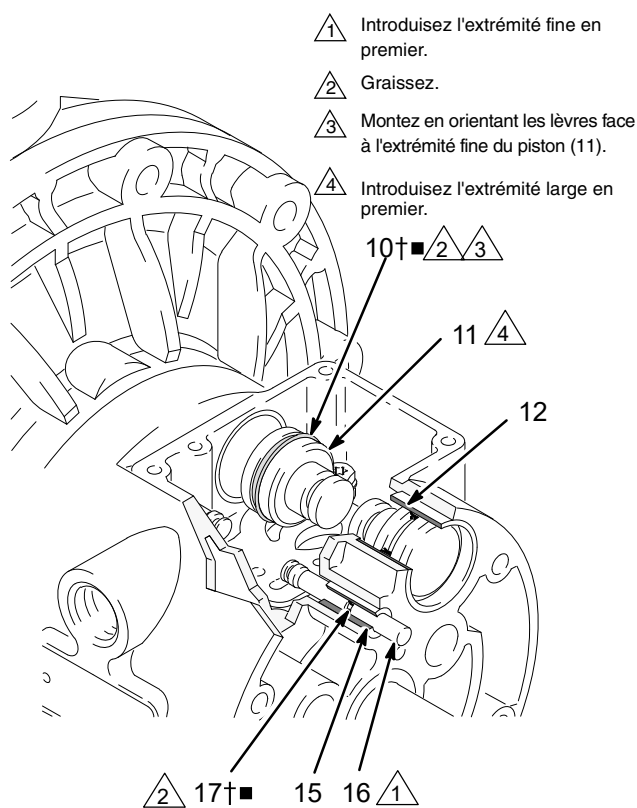

FIG. 8
4. Sortez les deux pistons d'actionnement (11) des coussinets (12). Retirez les joints en coupelle (10) des pistons. Sortez les axes de commande (16) des coussinets (15). Retirez les joints toriques (17) des axes de commande. Consultez FIG. 8.
6. Examinez les coussinets (12, 15) en place. Consultez FIG. 8. Les coussinets sont cintrés et, s'ils sont endommagés, doivent être retirés par l'extérieur. Pour cela, il est nécessaire de démonter la partie fluide. Voir page 22.
4. Placer un joint torique (17†■) sur chaque tige de commande (16). Graissez les axes et les joints toriques. Insérez les axes dans les coussinets (15), extrémité **fine** en premier. Consultez FIG. 8.
5. Installez un joint en coupelle (10†■) sur chaque piston d'actionnement (11), en orientant les lèvres des joints vers l'extrémité **fine** des pistons. Consultez FIG. 8.
6. Lubrifier les joints en coupelle (10†■) et les pistons d'actionnement (11). Insérez les pistons d'actionnement dans les coussinets (12), extrémité **large** en premier. Laissez l'extrémité fine des pistons exposée. Consultez FIG. 8.